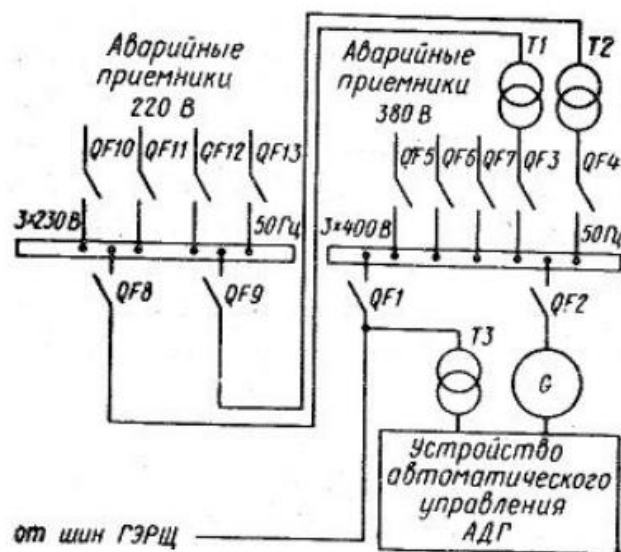

Рис.2
2. Состав (рис. 2) и размещение аварийных электростанций на судне. Требования РКО РФ к источникам электроэнергии аварийных электростанций. Потребители электроэнергии от аварийной электростанции